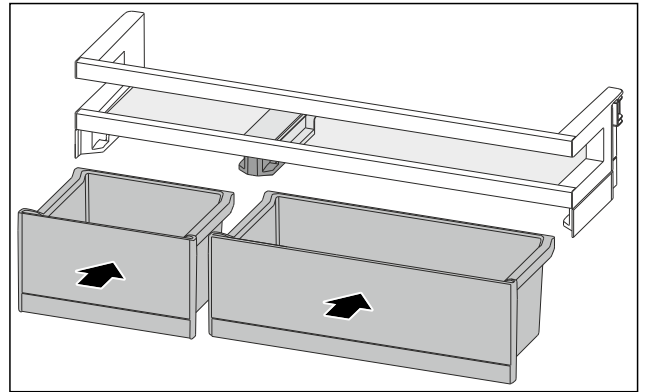

Fig. 86
- ▶ Поставете кутиите VarioBox в разменено разположение. (виж Fig. 86)